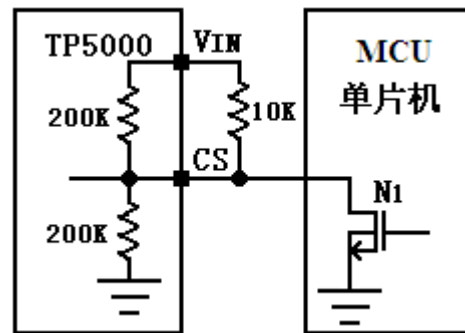

图 4 受外部控制的 4.2V 锂离子电池充电状态与停机状态的切换
4.2V 锂离子电池充电状态与停机模式的切换。如图 4 所示，通过一个开漏输出端口与 CS 端连接，如果 NMOS 管栅极输入低电平，N1 截止，此时 CS 端接高电平，则充电截止电压为 4.2V，TP5000 为锂离子电池充电。当 NMOS 管栅极输入高电平，N1 导通，此时 CS 端被下拉到 **GND**，TP5000 为停机模式。